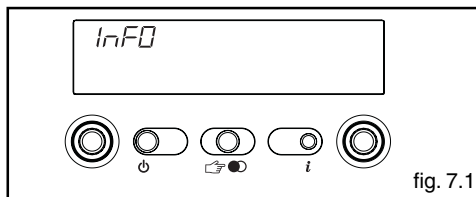

fig. 7.1
Premendo il tasto  il display si spegne e compare solo la scritta **Info** (fig. 7.1).
**Info 0** visualizza la scritta InFO (fig. 7.1).